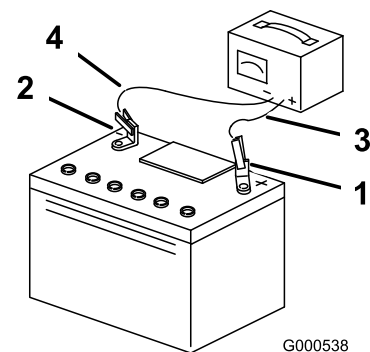

Figura 48
5. Cuando la batería esté completamente cargada, desconecte el cargador del suministro eléctrico, y desconecte los cables del cargador de los bornes de la batería (Figura 48).